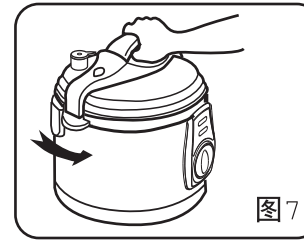
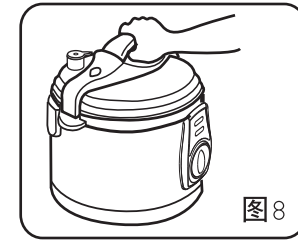

图7
图8
3) 手握煲盖手柄，平放至限位边，然后逆时针旋转煲盖至扣合位置，并听到扣合声。(见图7, 图8)